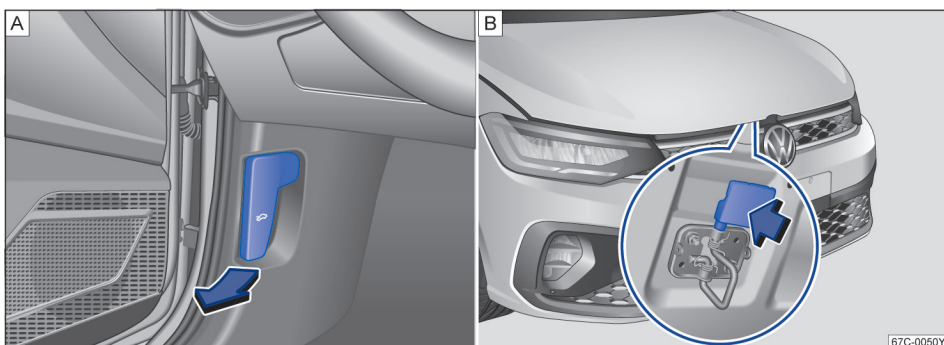

图 125 A 发动机舱盖锁开启手柄。B 散热器格栅上方用于打开发动机舱盖的分离杆
- 将车门打开沿图示箭头方向拉动开启手柄→图 125 A，舱盖在弹簧机构的作用下弹开稍许。
- 略微抬起发动机舱盖，拨动锁钩，使锁钩脱离→图 125 B→▲